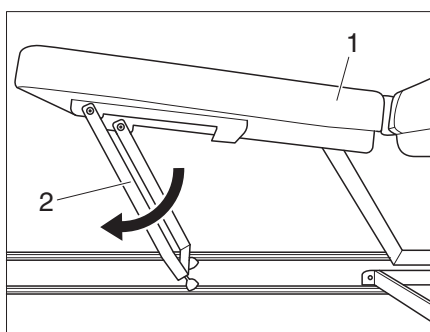

Figura 5 Despliegue los pies
- Despliegue los pies (Figura 5,2) bajo la extensión de cama (Figura 5,1) hasta que queden bloqueados en posición vertical.